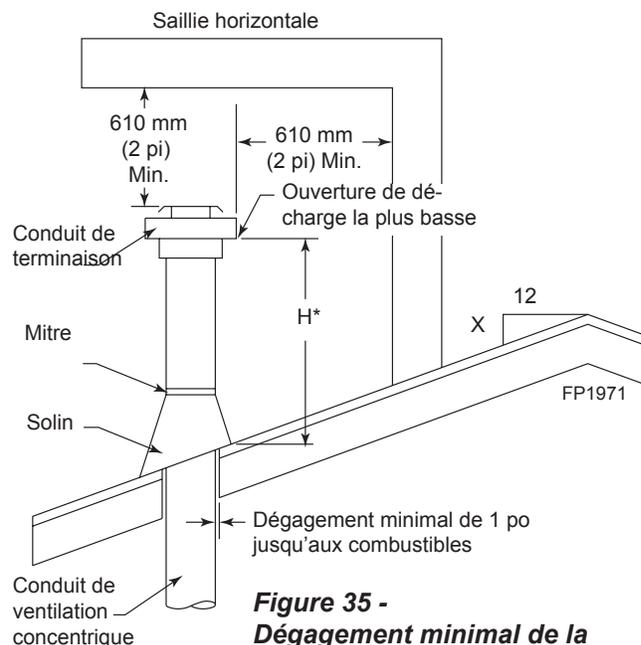

Figure 35 -
- Pour la hauteur minimale du conduit de ventilation au-dessus du point le plus haut de la pénétration dans le toit voir à la page 24, figure 35.
6. Poursuivez l'ajout de sections de conduit jusqu'à ce que la hauteur du bouchon d'aération rencontre les exigences minimales tel qu'illustré à la Figure 35.